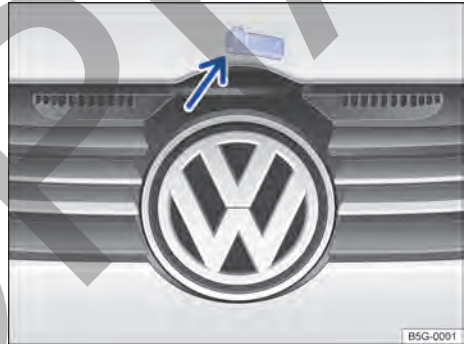

Fig. 181 Encima de la parrilla del radiador: palanca de apertura del capó del motor.
- Levante el capó por la palanca de apertura → fig. 181 (flecha) y ábralo del todo. El capó se mantiene abierto mediante el muelle de gas presurizado.